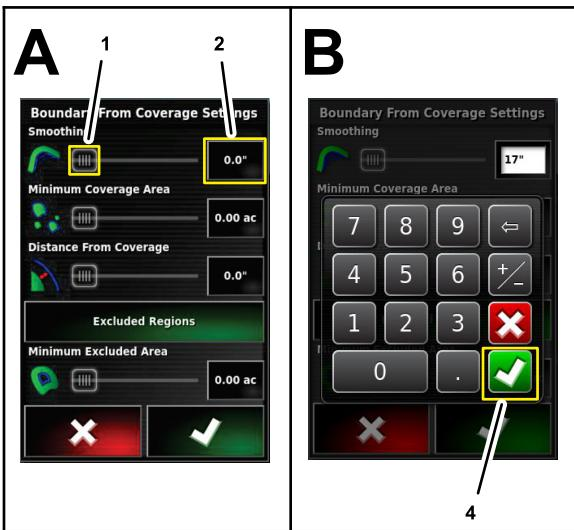

图 52
3. 按平滑设置的数字图标图 52。使用显示屏键盘输入一个值然后按“确认”图标。